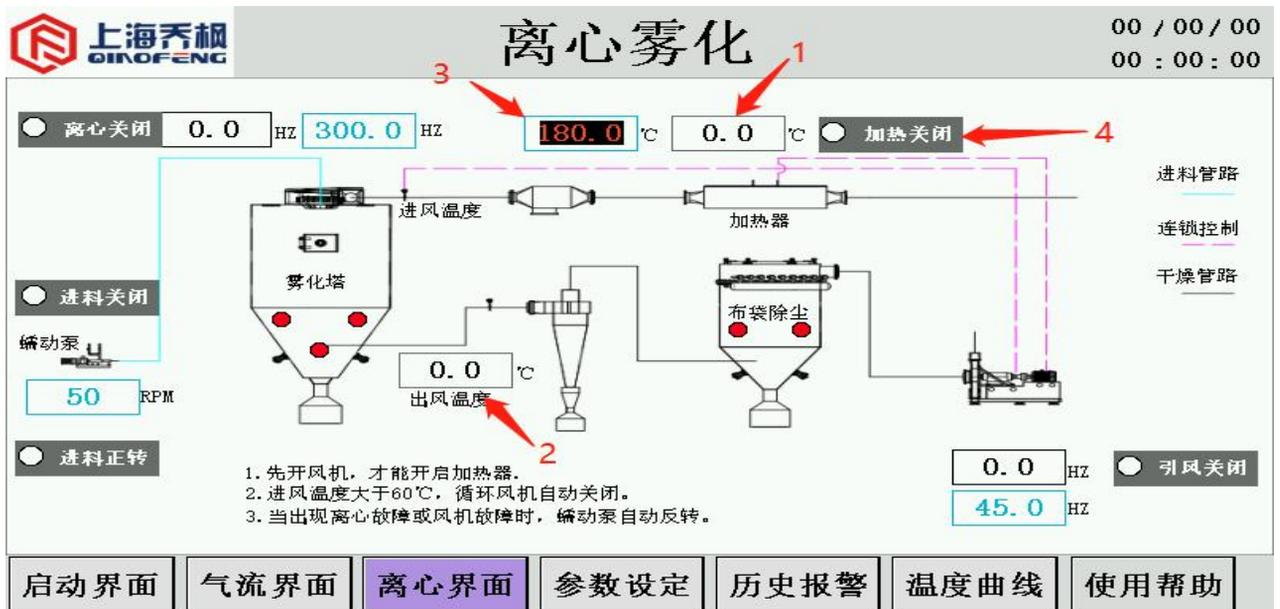

图 9
(5) 点击“电加热按钮”4，停止电加热。显示状态如图9所示。